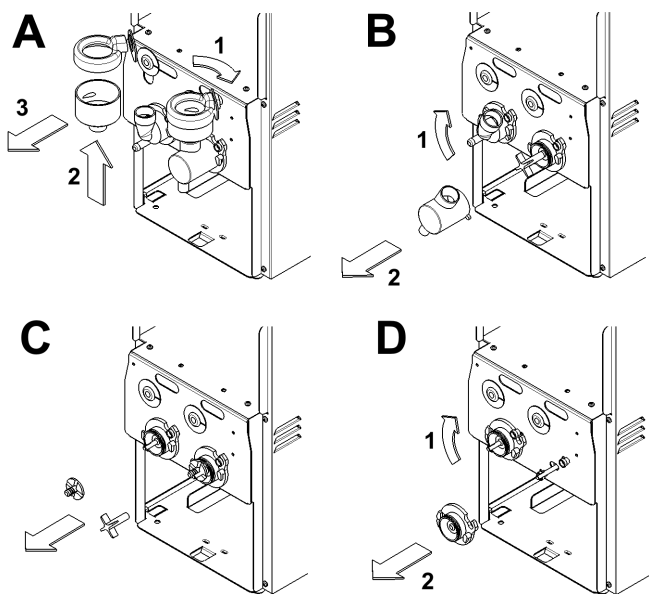

Bild 6
**3** Entfernen Sie die vordere Abdeckung durch Drehen nach oben. (Bild 6)